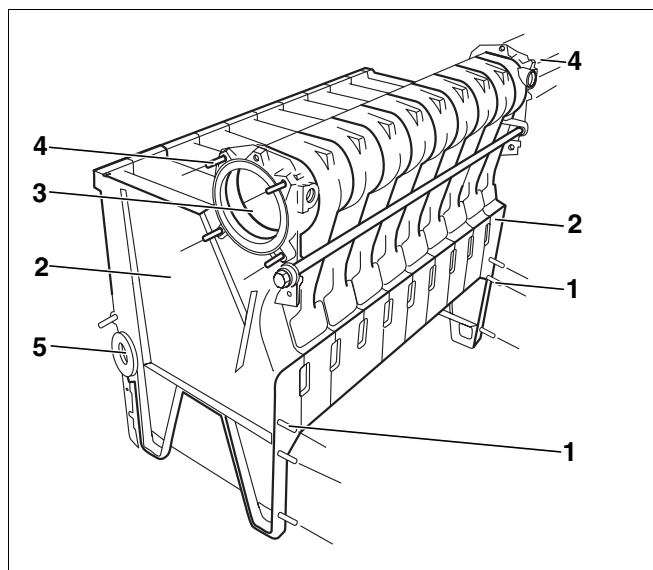

Рис. 21 Установка шпилек
- Ввернуть по четыре шпильки (рис. 21, поз. 4) слева и справа в резьбовые отверстия верхней ступицы котла (рис. 21, поз. 3).
- Ввернуть по три шпильки (рис. 21, поз. 1) в конечные секции (рис. 21, поз. 2) справа и слева с передней стороны.
Нижние ступицы котла на конечных секциях (рис. 21, поз. 2) нужно закрыть прилагаемыми заглушками.
- Закрыть глухой заглушкой 1 $\frac{3}{4}$ " заднюю нижнюю ступицу котла (рис. 21, поз. 5). Во второй котловой блок вкручивается заглушка (1 $\frac{3}{4}$ " x 1") с подключением трубопровода к расширительному баку.